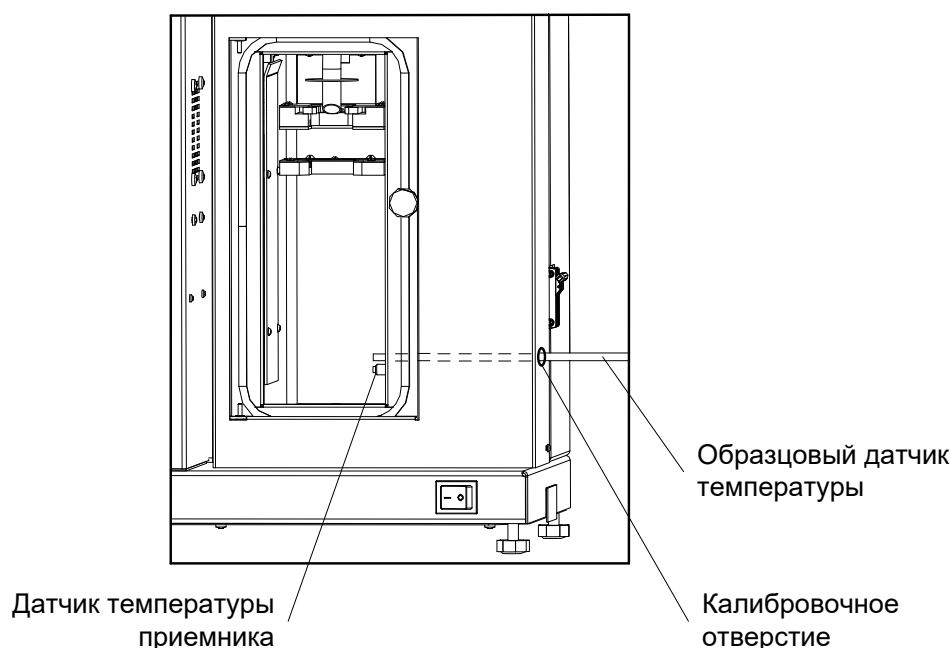

Рисунок 33 – Подготовка к проверке датчика температуры приемника
- 5.6.3 Вставить в калибровочное отверстие образцовый датчик температуры таким образом, чтобы чувствительная часть образцового датчика была прямо над датчиком температуры приемника (рисунок 33).